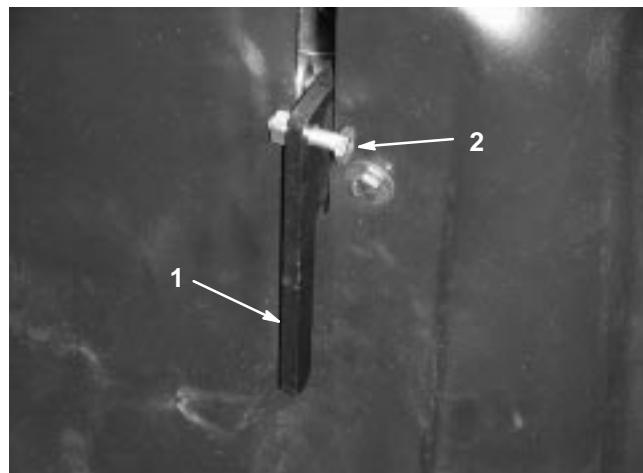

Figure 9
1. Insérez un vis 1/4 x 1 pouce dans le levier de verrouillage du couvercle de courroie et fixez-la avec un contre-écrou 1/4 pouce (Fig. 8 et Fig. 9).